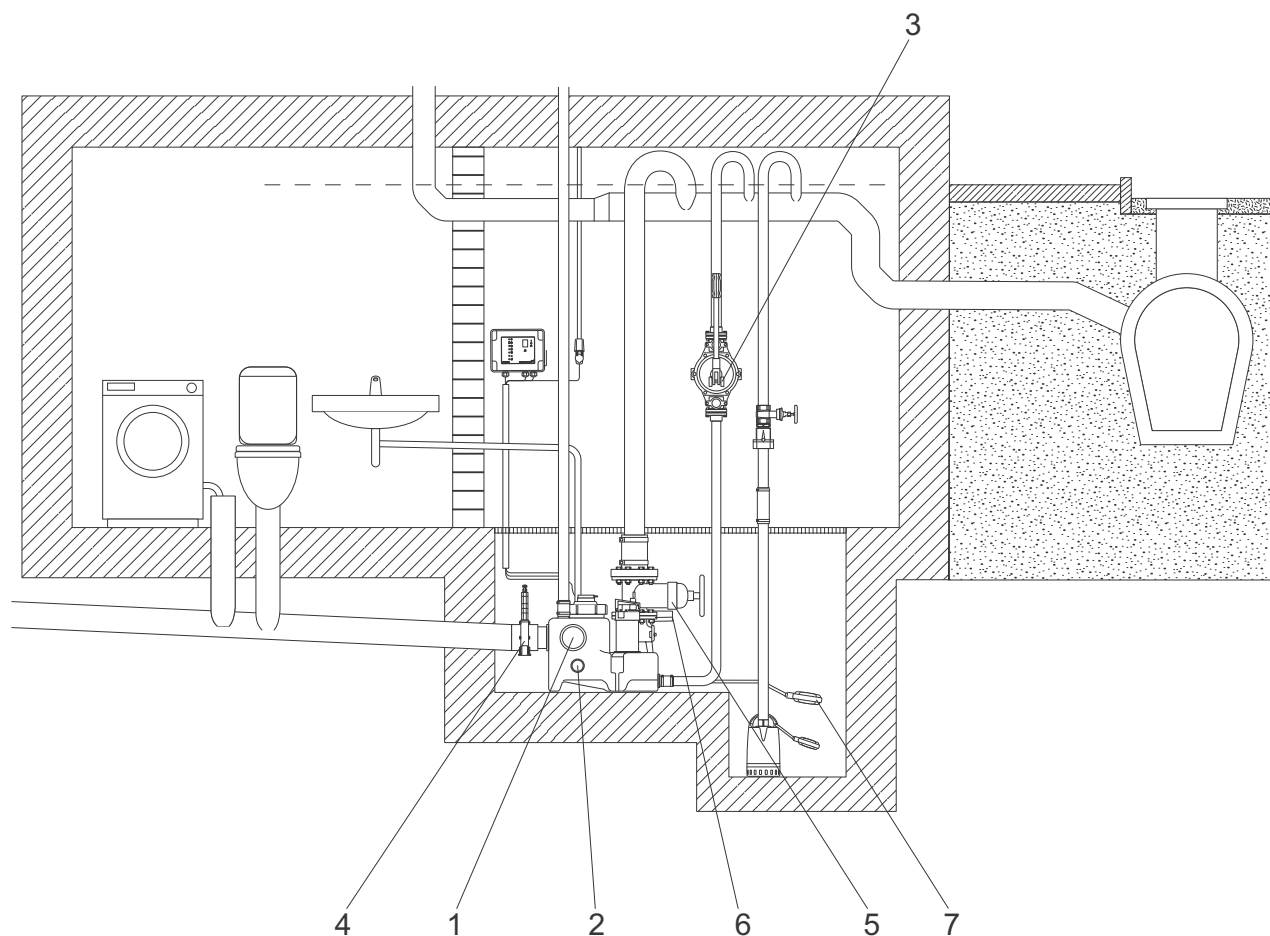

Fig. 10 Schéma d'installation
- Prévoir une fosse pour la pompe au dessous du niveau du sol. En cas d'installation d'une station de relevage dans une cave présentant un risque d'inondation, il est recommandé (même obligatoire dans certains pays) de placer une pompe de drainage dans un puisard séparé en dessous du niveau du sol. Voir fig. 10.